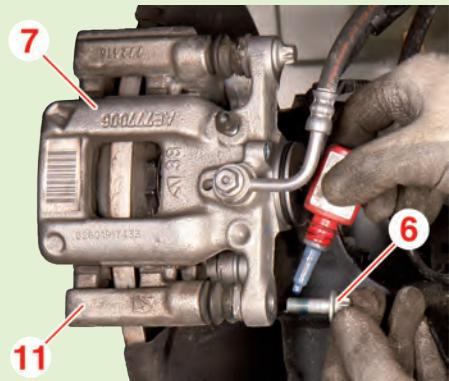

Fig.14
- Remettre en place l'étrier (7) sur son support (11) (Fig.14).